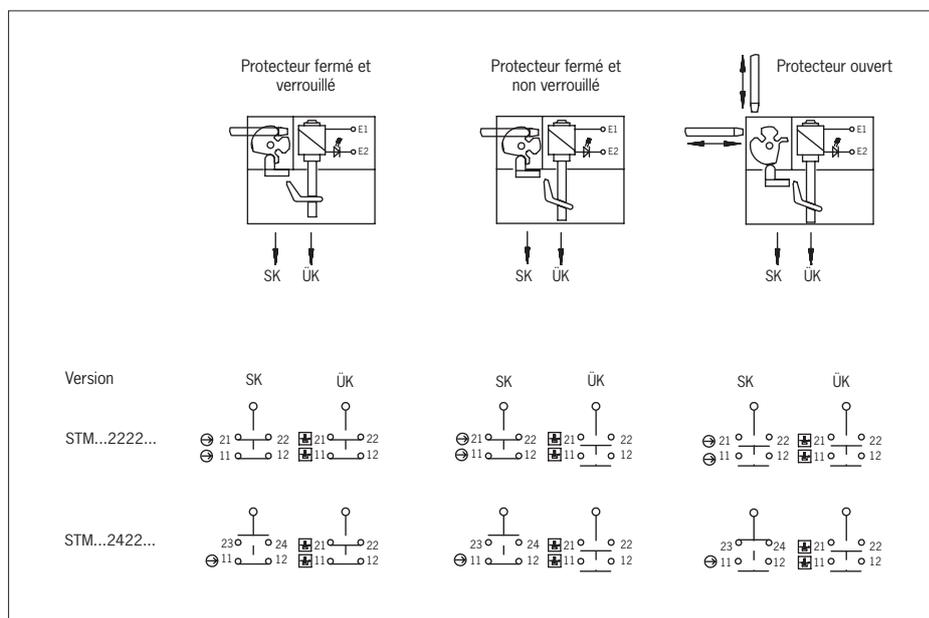

Fig. 4 : Éléments de commutation et fonctions de commutation
Utiliser au moins un contact  $\ominus$ . Il est également possible d'utiliser des contacts portant le symbole  $\boxplus$  (affectation des contacts, voir Fig. 4).
3. Effectuer le raccordement et serrer les bornes au couple de 0,5 Nm (affectation des contacts, voir Fig. 4).